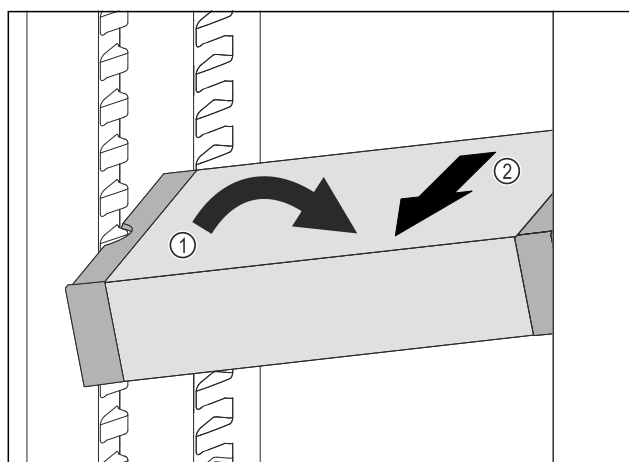

Fig. 137
- 在冷藏区中倾斜 VarioSafe。Fig. 137 (1)
- 向前取出 VarioSafe。Fig. 137 (2)